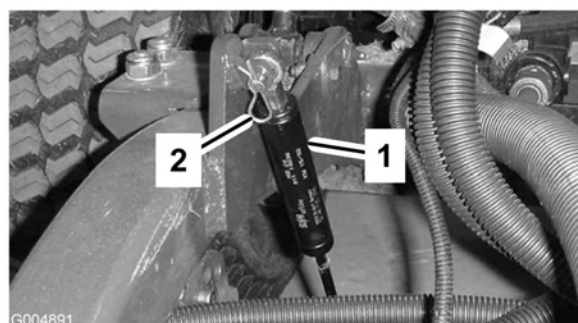

Figure 80
2. Retirez la goupille fendue qui fixe les amortisseurs aux bras de levage (Figure 80). Faites pivoter l'amortisseur vers le carter du plateau de coupe.